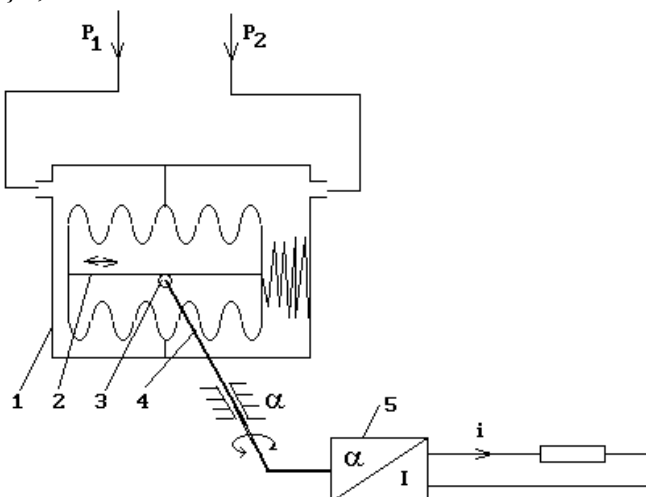

Figura 2. Traductorul de presiune diferențială
Presiunile  $P_1$  și  $P_2$  se aplică pe suprafețele burdufului (2) ale traductorului de presiune diferențială (TPD) prezentat principal în figura 2.